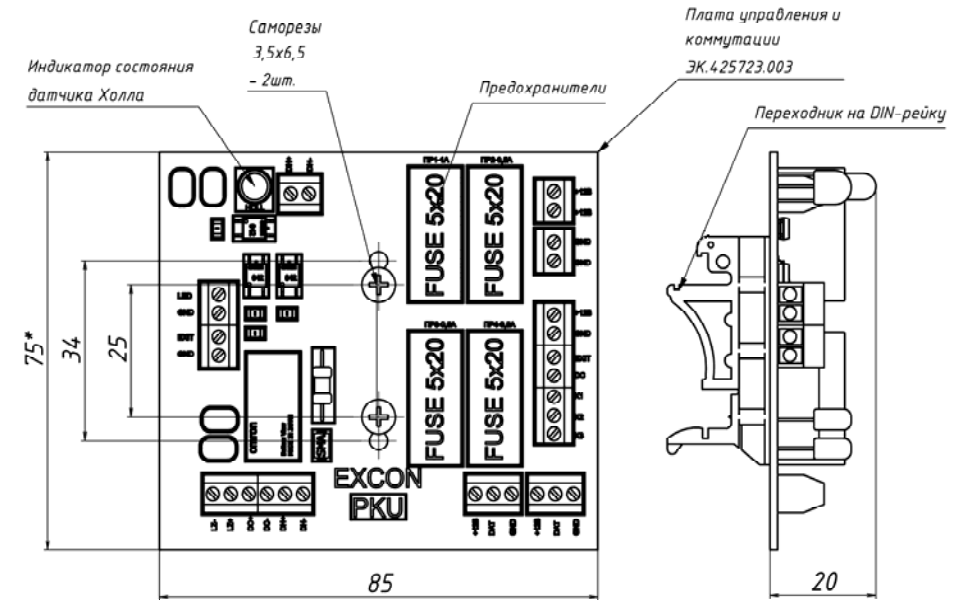

Рис.2 Аваритно-установочные размеры изделия.
- 2.11 Габаритно-установочные размеры изделия приведены на Рис.2.